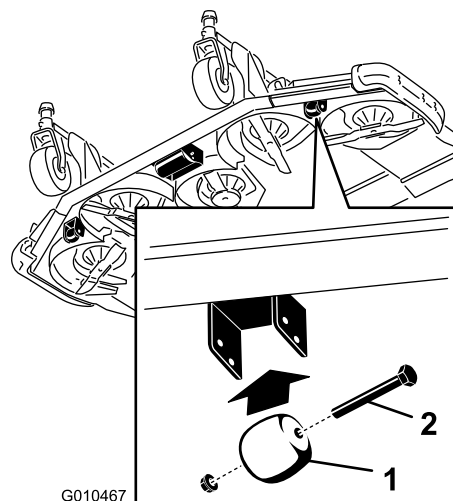

Figure 30
1. Retirez le boulon et l'écrou qui fixent l'axe de galet au support du plateau de coupe (Figure 30).
1. Enlevez le boulon et l'écrou qui fixent la roue de jauge aux supports du plateau de coupe (Figure 30).